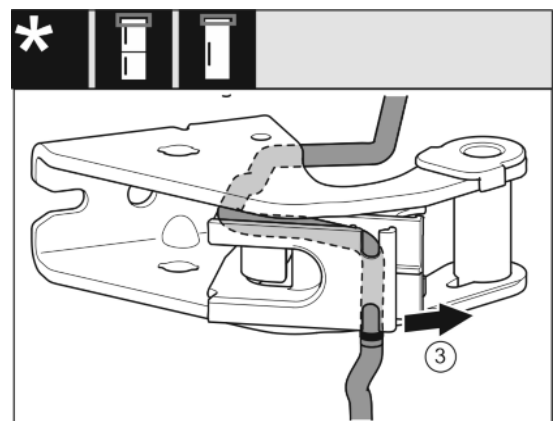

Fig. 22
- ▶ Odvojite kabel iz vodilice. *Fig. 22 (3)*